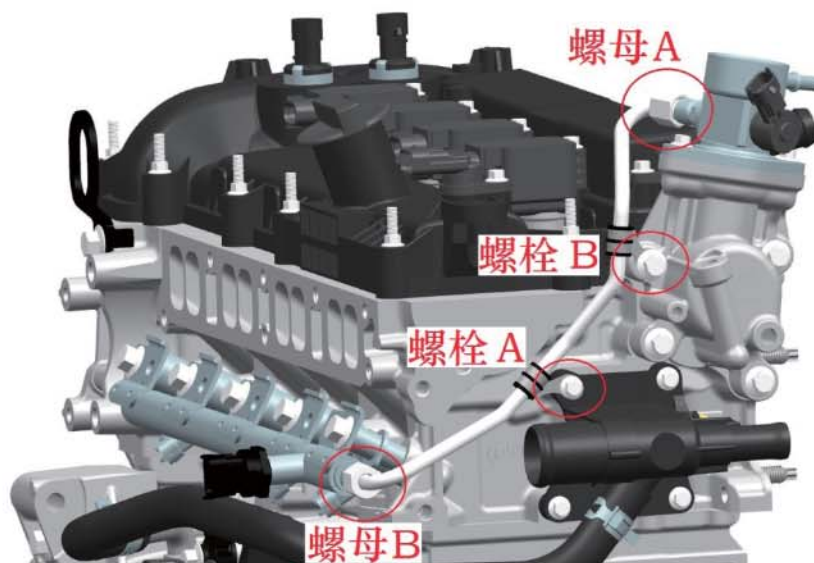

图 4.1
- 3、 在高压油泵座垫片朝向气缸盖面凹槽处涂适量平面密封胶（图 4.1），将高压油泵座垫片和高压油泵座安装到缸盖上，用交叉法分次拧紧高压油泵座螺栓至规定力矩（见表 2.1）。